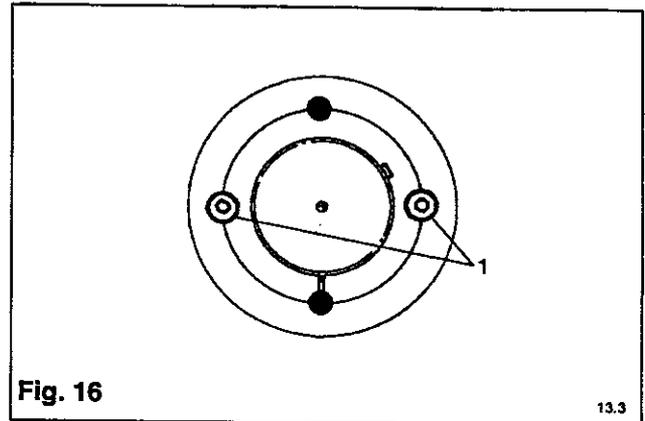

Fig. 16
L'expérience montre que les manchons coniques, comme ceux montés dans les poulies du ventilateur et la poulie menée de l'alternateur de la batterie, risquent de se desserrer peu après leur mise en service. Vérifier le serrage des vis Allen (1) Fig. 16 et, avec une clé à six pans, serrer progressivement et alternativement les vis jusqu'au couple prescrit (voir Réglages des couples de serrage, pages 11-13). Pour des détails complets sur la poulie conique de blocage, se reporter à Section B2 & U1 du Manuel d'Atelier. Remonter toutes les protections déposées avant de remettre le moteur en marche (voir Fig. 16).